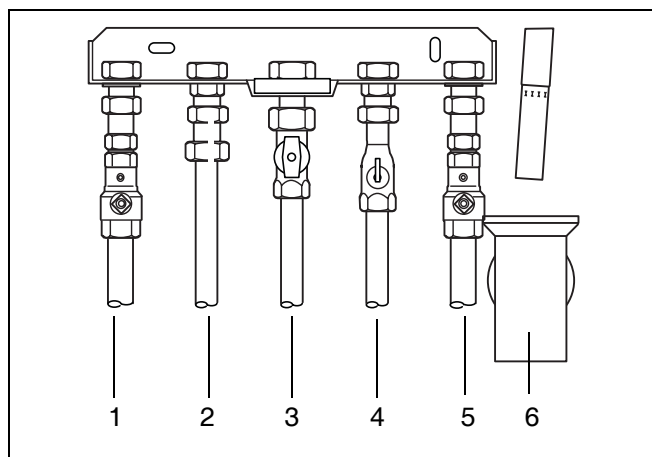
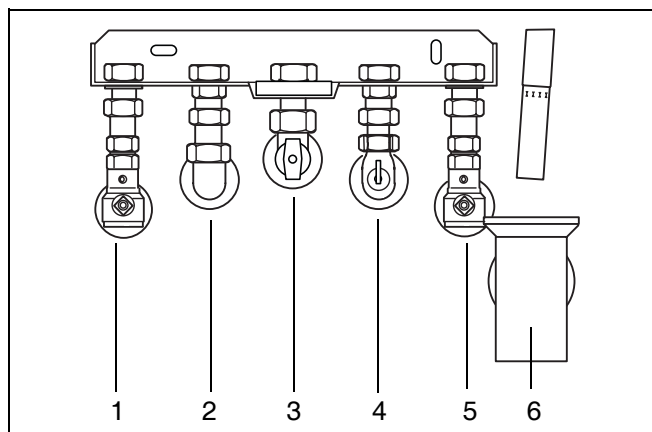

Fig. 4 Collegamenti tubazioni soprintonaco
Fig. 5 Collegamenti tubazioni sottointonaco
- Eseguire il collegamento del gas secondo le prescrizioni locali; Installare nella condotta del gas un rubinetto con avvitamento (accessorio). Collegare il tubo del gas senza provocare tensioni meccaniche (fig. 4 e fig. 5).
- Collegare i tubi senza provocare tensioni meccaniche (fig. 4 e fig. 5).